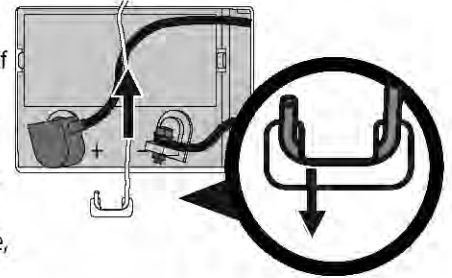

Figure 22
1. Enlevez la tige de retenue de la batterie. Pour ce faire, pressez l'extrémité recourbée pour la faire sortir de la patte sur l'aile à droite de la batterie. Faites pivoter la tige de retenue de la batterie (b) vers le haut et retirez la batterie. Voir Figure 22.